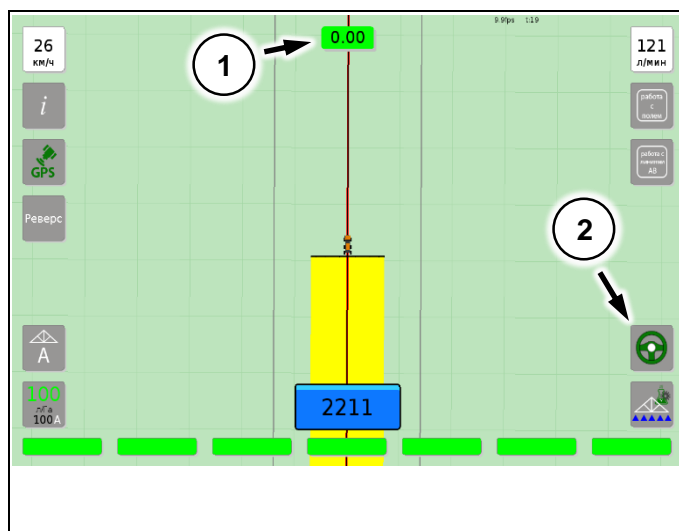

Рис. 60
- на значок руля (Поз. 2) (Рис. 60);
- на значок руля (Поз. 2) (Рис. 60)
Значение отклонения от линии АВ выводится сверху экрана на (Поз. 1) (Рис. 60).